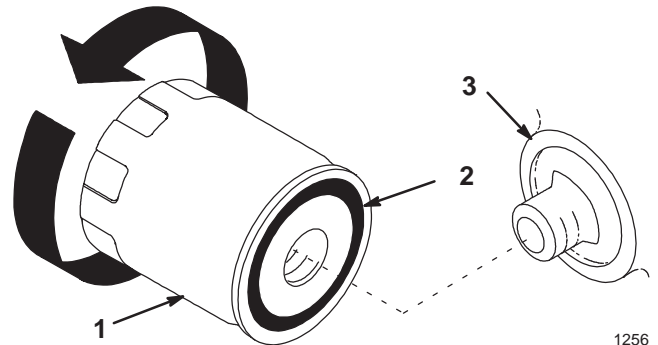

Bild 20
2. Entfernen Sie den Altfilter und wischen die Dichtfläche am Anbaustutzen (Bild 20) ab.
3. Ölen Sie die Gummidichtung am Austauschfilter (Bild 20) leicht mit Frischöl ein.
4. Drehen Sie den Austauschfilter auf den Anbaustutzen auf. Drehen Sie den Ölfilter im Uhrzeigersinn, bis die Gummidichtung den Anbaustutzen berührt. Ziehen Sie ihn dann um eine weitere 1/2 bis 3/4 Umdrehung fester (Bild 20).